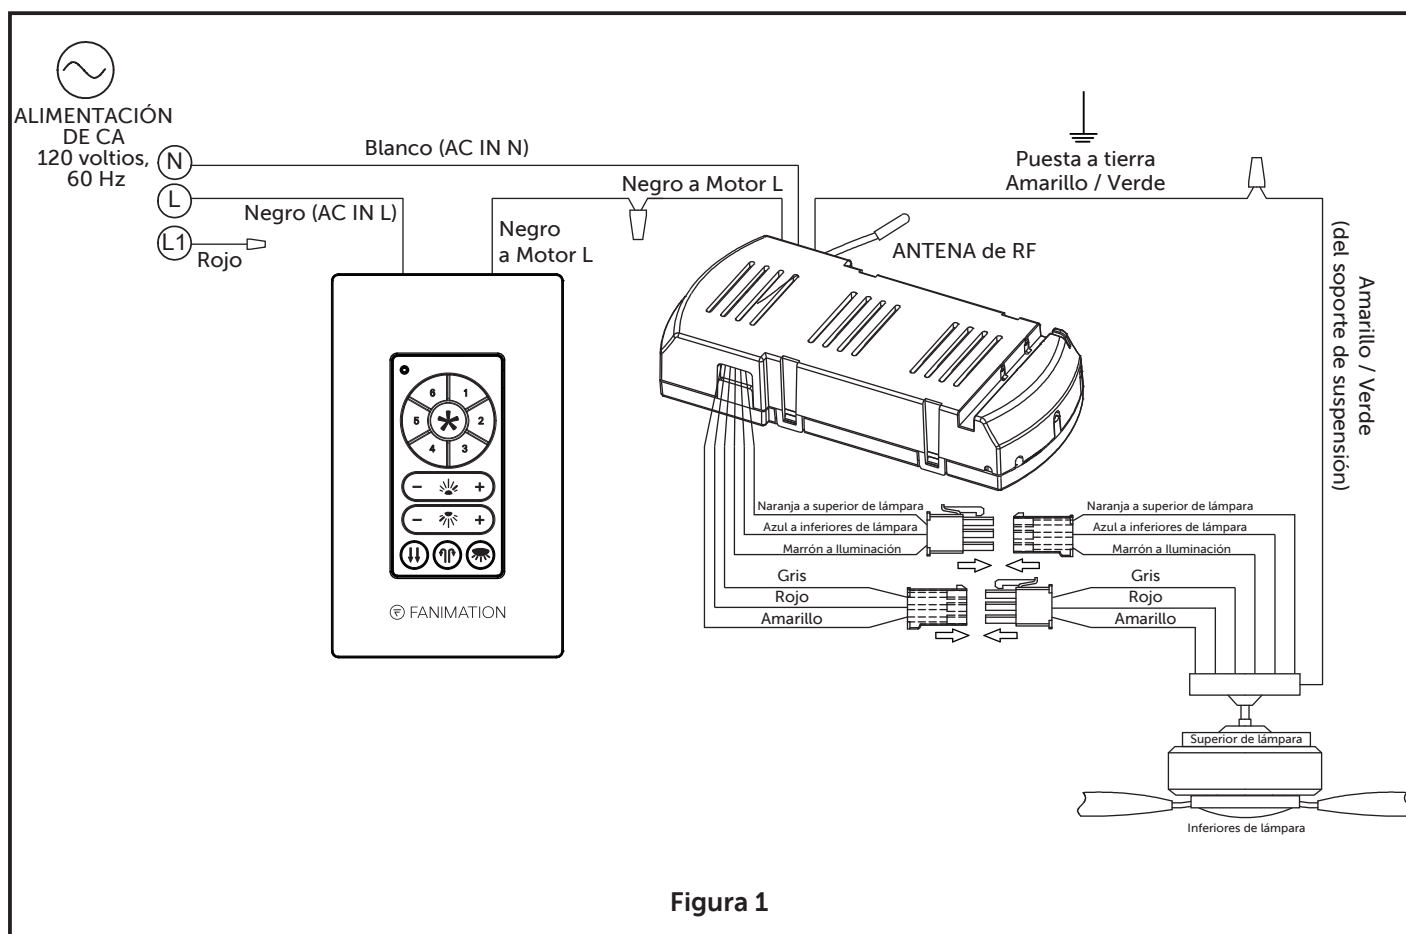

Figura 1
1. Instalación del control de pared (Figura 1):
- Realice las conexiones de cables con conectores de cables como se muestra en la Figura 1.